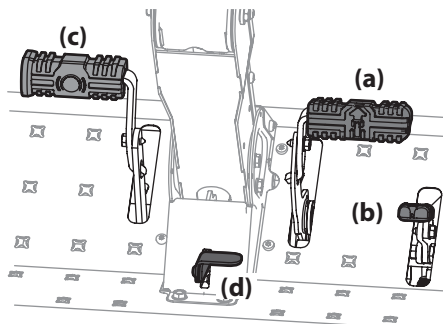

Figura 3-3
- Para conducir hacia ADELANTE, presione lentamente el pedal de marcha adelante (a) hasta alcanzar la velocidad deseada. Vea la Figura 3-3.
- Para que el tractor se detenga o ande más despacio, saque el pie del pedal de transmisión marcha adelante (a) o atrás (b). Para bloquear el freno de mano, oprima hacia adelante el pedal del freno (c), luego oprima la palanca de control (d) de crucero/freno de mano y posteriormente suelte el pedal del freno. Vea la Figura 3-3.
NOTA: Los pedales de transmisión de marcha adelante (a) y atrás (b) no se deben usar cuando el freno está parcialmente activado. Vea la Figura 3-3. Cuando el freno está trabado, la correa de transmisión se desengancha, pero si el freno está solamente parcialmente hacia atrás, entonces los frenos se activan pero también se engancha la correa de transmisión, de manera que la misma se dañará si se empuja hacia adelante o hacia atrás.
- Para conducir marcha atrás, verifique que el área de atrás esté despejada. Luego presione lentamente hacia adelante el pedal de transmisión marcha atrás con la parte anterior de la planta del pie (NO con el talón) hasta alcanzar la velocidad deseada. Vea la Figura 3-3.